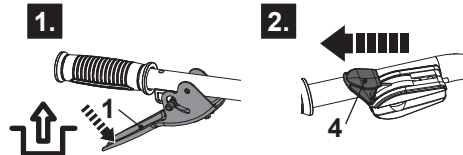

Fig. 26
1. Suelte la palanca del embrague (1) para desengranar los rotores (fig. 26, paso 1).
2. Desplace la palanca del acelerador (4) hasta el símbolo de la tortuga 🐢 para apagar el motor (fig. 26, paso 2).